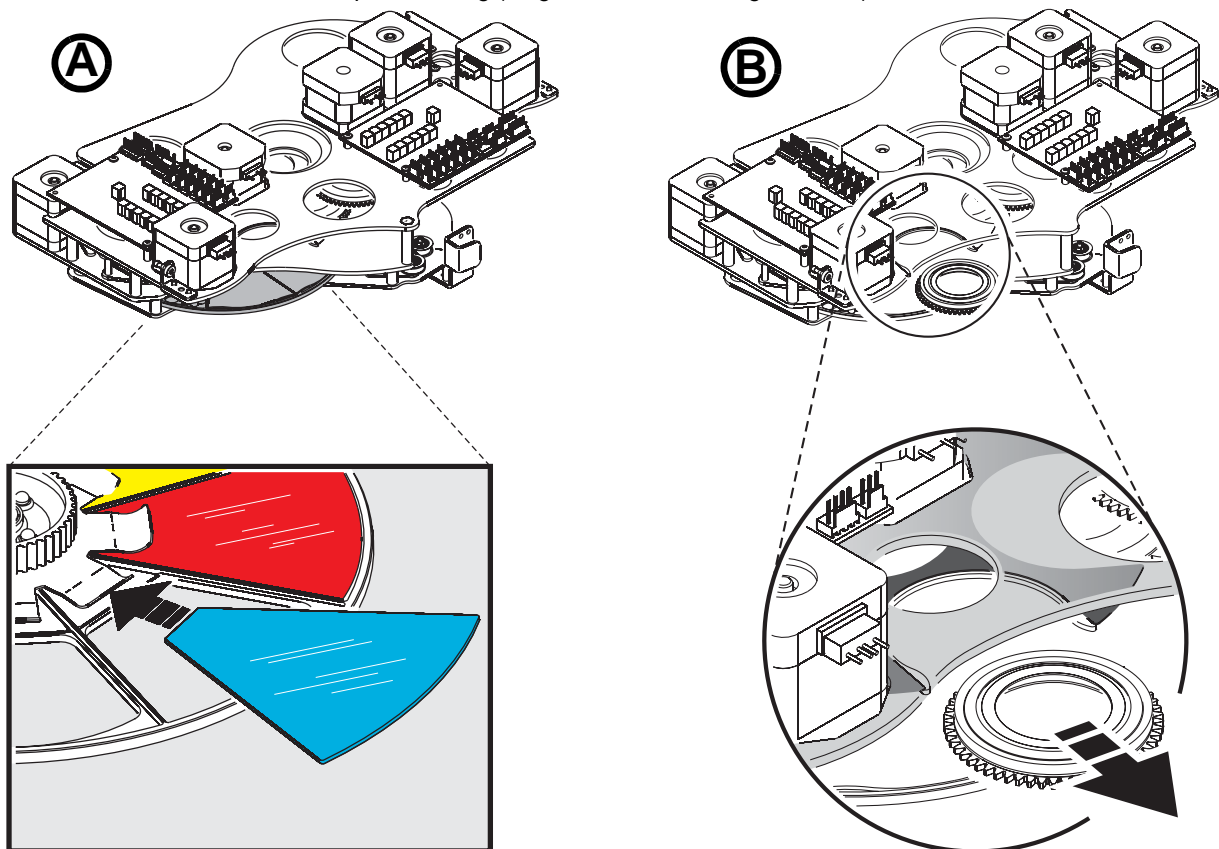

Bild 21: Austauschen von Farbfiltern und Gobos
4. Siehe Pfeil **A** in Bild 21 auf Seite 43. Drehen Sie das Farbrad, bis Sie den auszutauschenden Filter erreichen können. Heben Sie den Filter etwas vom Farbrad ab und ziehen Sie ihn aus seinem Halter. Wenn Sie den Filter mit Ihren Fingern nicht fassen können, schützen Sie den Filter mit Papier und entfernen ihn mit einer Spitzzange.
2. Siehe Pfeil **B** in Bild 21 auf Seite 44. Drehen Sie das Goborad, bis Sie das auszutauschende Gobo erreichen können.